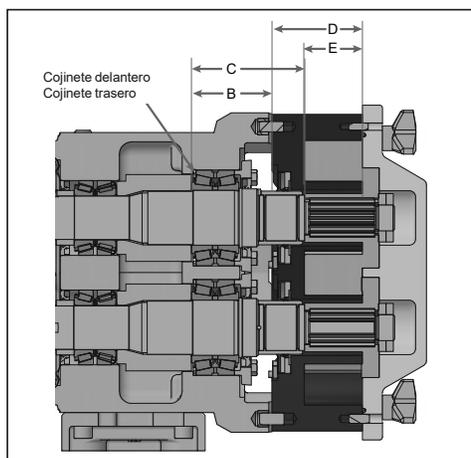

Ilustración 84 - Medida B, C, D y E
- Si es necesario calcular los acuñados necesarios para el cambio de ejes, rodamientos o ambos, consulte la Ilustración 84 y la Ilustración 84, realice las mediciones y cálculos hasta tres decimales (es decir, 0,059).
- Las medidas "B" en la caja de engranajes y "C" en el eje (Ilustración 84).
- Las medidas "D" y "E" en el cuerpo (Ilustración 84).
(Indicaciones para la Ilustración 84 y la Ilustración 84)